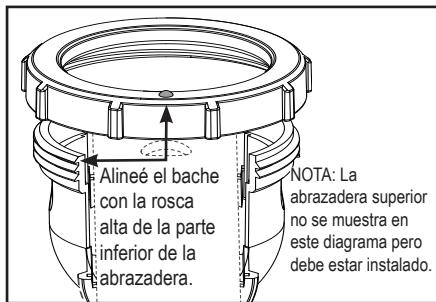

Figura 13. Alineación del anillo asegurador
12. Instale la celda y la cápsula y asegúrese de que la cápsula este instalada contra corriente de la celda. Al instalar la cápsula, asegúrese de que el interruptor de flujo este insertado en el puerto de entrada de la abrazadera (ver Figura 13).